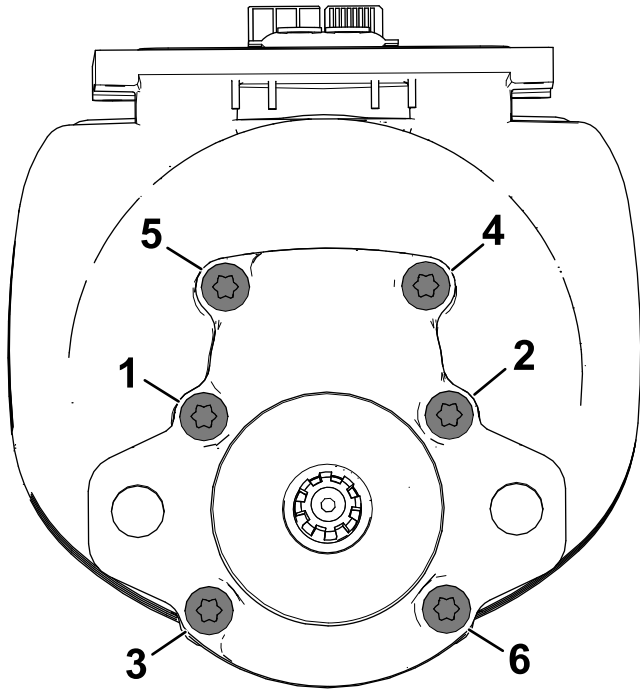

Bild 3
6. Befestigen Sie die neue Abdeckung/Wellenbaugruppe mit sechs Schrauben. Halten Sie sich beim Einbau an das Anzugsmuster in **Bild 3** für das Anfangs- und Enddrehmoment. Ziehen Sie die Schrauben am Anfang mit 2,8 - 3,4 N·m an und ziehen Sie sie dann mit 4 - 5,1 N·m an.